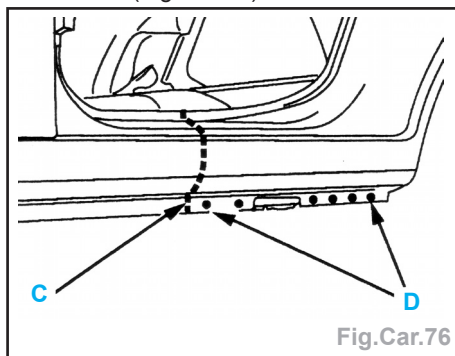

Fig.Car.76
- Souder par cordons successifs au MIG suivant **C** (Fig.Car.76).